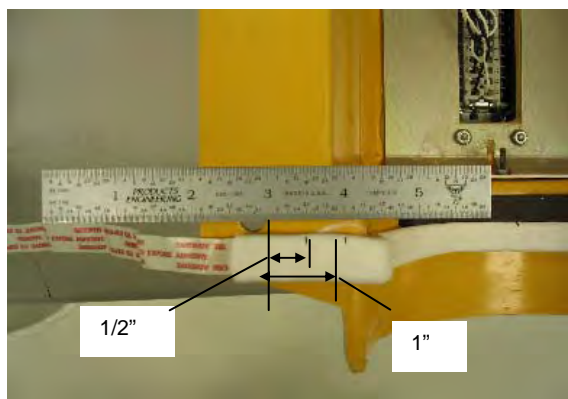

Figura 7
- b. Mida 1/2" desde el borde interior del orificio del perno de la esquina y haga una marca en el sello (Figura 7).